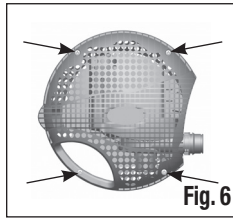

Fig. 6
- Estrarre la Pompa dal laghetto, svitare gli apposite perni a vite di fissaggio (Fig. 6) e rimuovere il semiguscio superiore. Provvedere quindi alla pulizia di tutto il sistema mediante un getto d'acqua.
Estrarre la Pompa dal laghetto, svitare gli appositi perni a vite di fissaggio (vedi Fig. 6) e rimuovere il semiguscio superiore.
Termine bloccare i due semigusci tra loro avvitando i perni a vite di fissaggio. (vedi Fig. 6).